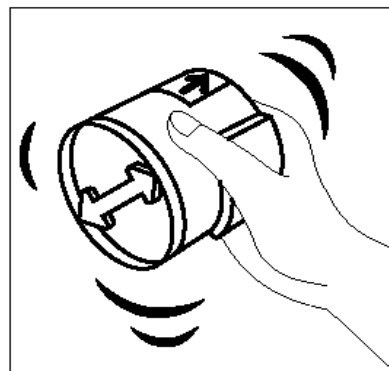

Figura 11: agitar o cartucho
- 6** Agite o cartucho, conforme ilustrado na Figura 11.